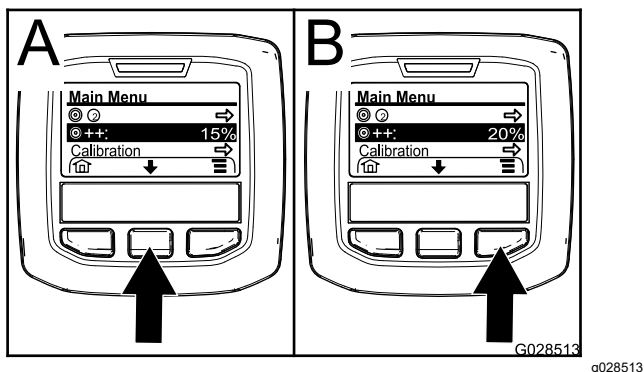

図 67
2. 必要に応じ、中央ボタンを押して散布率ブーストを表示させる 図 67。
**注** 散布率ブーストを示すアイコンは、的ターゲットを示す記号の右隣に表示される2つの記号です 図 67。
3. 右ボタン 図 67 を押すと、散布レートが5ずつ大きくなります 最大20まで。